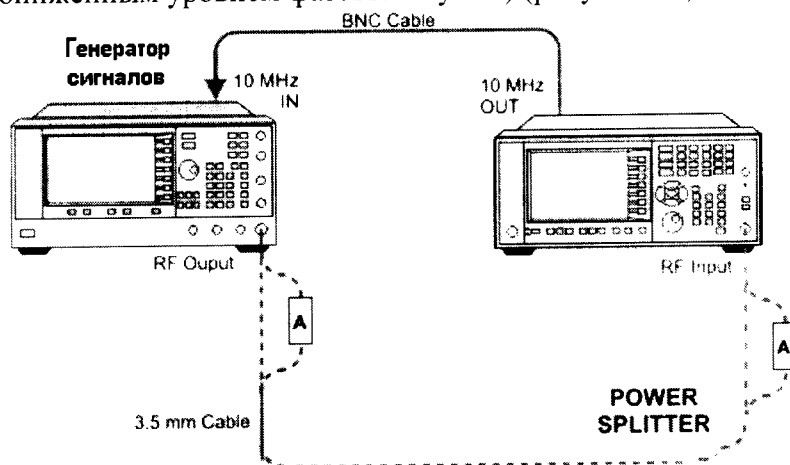

Рисунок 11
8.11.1 Измерение фазового шума проводят с помощью генератора E8257D (с опцией UNX и включенным пониженным уровнем фазовых шумов) (рисунок 11).